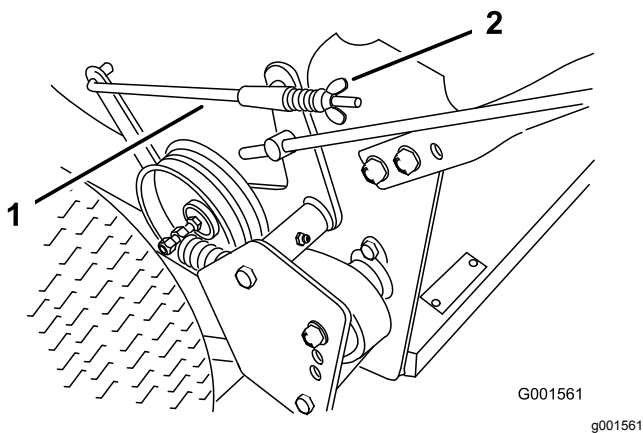

Figura 35
3. Para ajustar los frenos, gire las tuercas de orejeta de las varillas de freno (Figura 35).